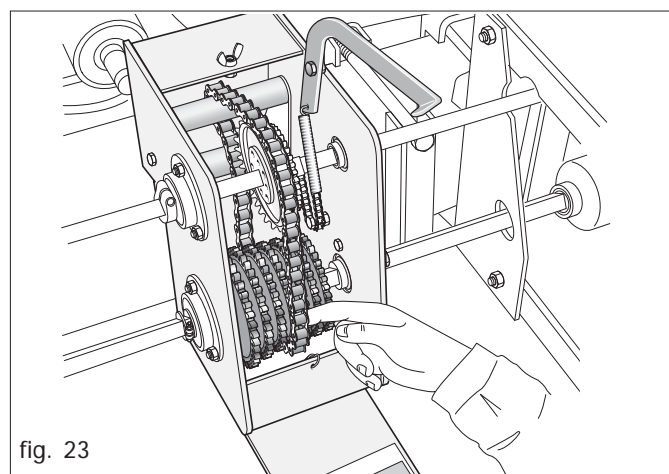

fig. 23
- Coloque la cadena en los engranajes y alinéelos (Fig. 23).